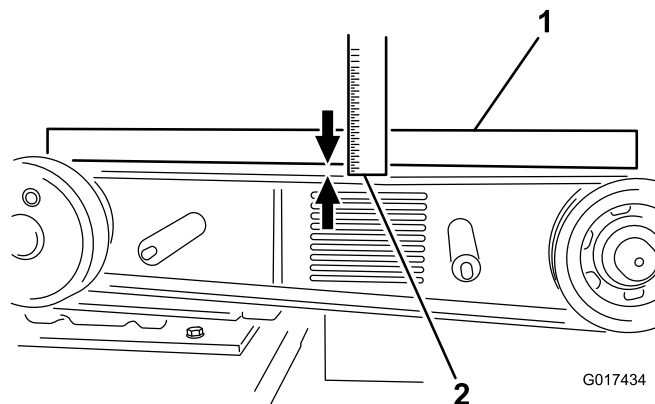

Figura 27
8. Posate un regolo trasversalmente sulle pulegge di frizione e volano. Serrate il bullone di tensione della cinghia in modo che vi sia una flessione di 10 mm nella cinghia quando viene spinta verso il basso con una forza di 6,8 kg a media lunghezza (durante il ritensionamento di una cinghia in uso) o con una forza di 8 kg durante l'installazione di una nuova cinghia (Figura 27).